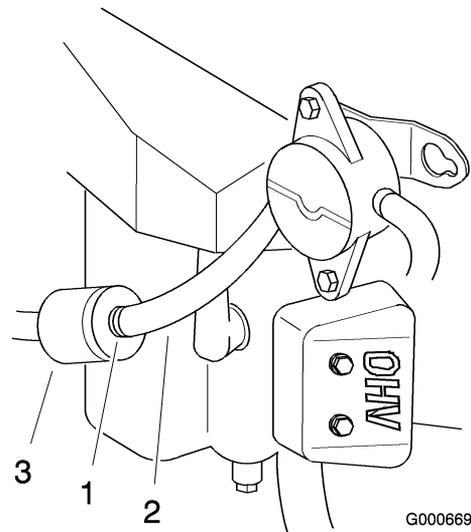

Figure 39
5. Pincez les extrémités du collier de fixation et poussez le collier en haut de la conduite d'alimentation, en direction du réservoir de carburant (Figure 39).
6. Débranchez les conduites d'alimentation du filtre (Figure 39). Ouvrez le robinet d'arrivée d'essence et laissez l'essence s'écouler dans un bidon agréé.
5. Pincez les extrémités des colliers et faites glisser ceux-ci pour les éloigner du filtre (Figure 39).